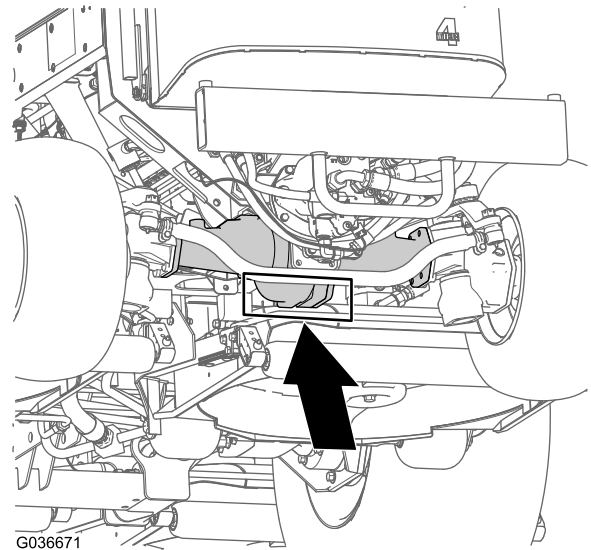

Figura 55
**Na parte traseira da máquina** - no centro do eixo (Figura 55)